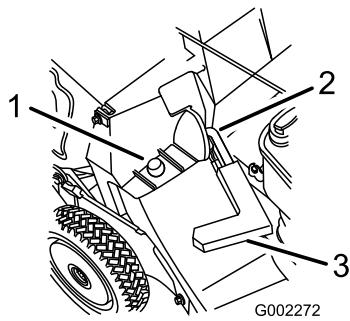

Figure 19
2. Vérifiez que la poignée du volet d'éjection est complètement abaissée vers l'avant et que l'ergot est bien engagé dans son logement (Figure 19).
3. Accrochez le cadre du bac par le trou sur l'ergot de retenue situé sur l'éjecteur (Figure 19).
2. Soulevez la poignée du volet d'éjection et poussez-la vers l'avant jusqu'à ce que l'ergot de verrouillage s'engage dans le logement (Figure 19).